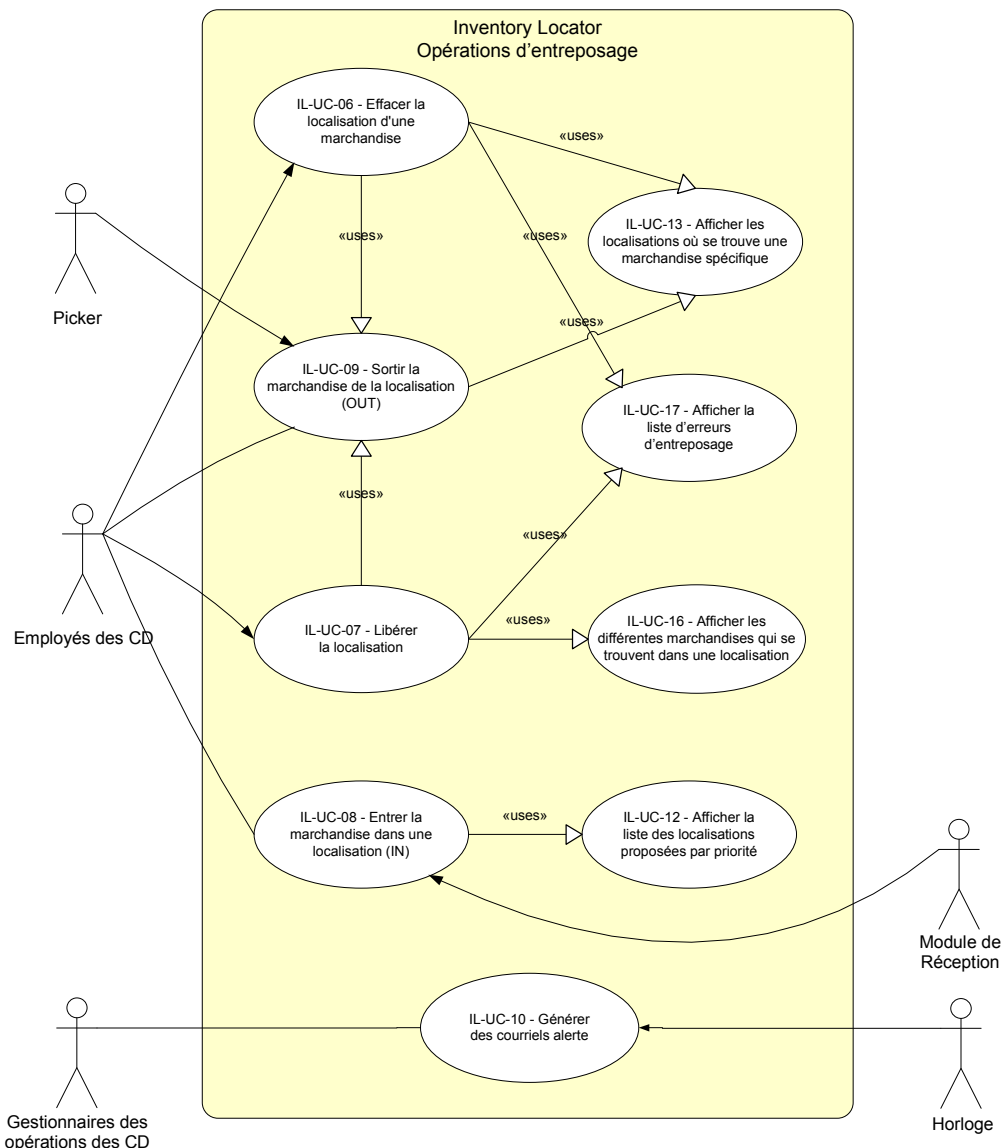

Figure 3 : Opérations d'entrepasage
2. Les opérations d'entreposage (Voir figure3).